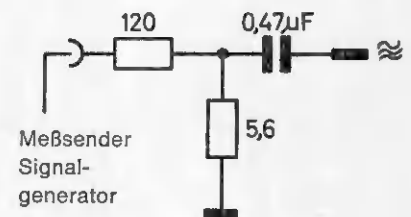

Fig. 6
- 6.6 Beim AM-ZF-Abgleich Spannungsteiler, Fig. 6, verwenden.
- 6.6 For AM-IF alignment use voltage divider, see fig. 6.